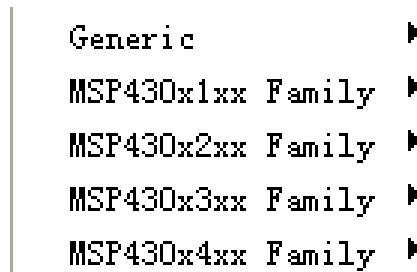
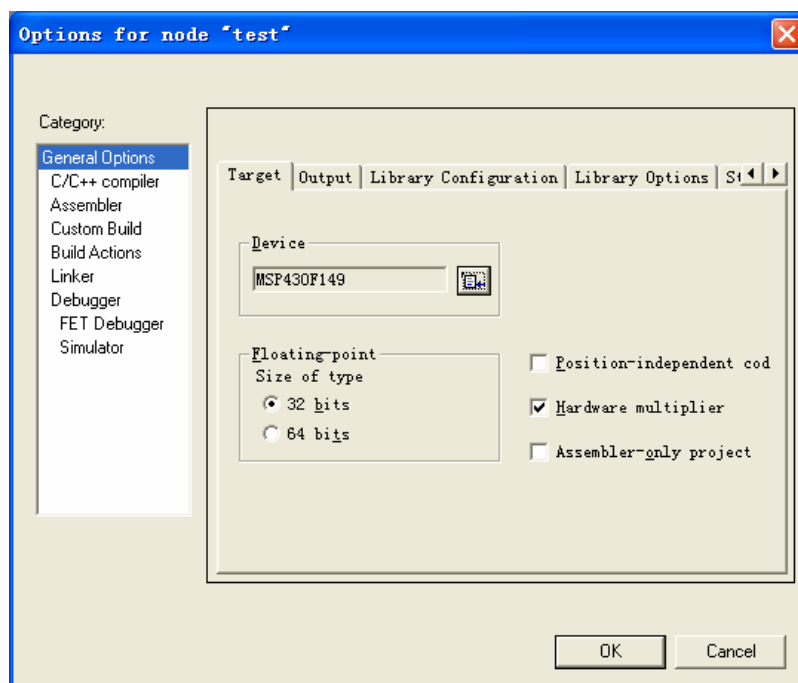

图 2.7
图 2.8
9、单击 Device 下方文本框右侧的  图标按钮，看以看到图 2.7 所示的画面，当用户将鼠标移动到不同的行时，此行后面的黑色三角箭头会自动展开显示这个系列中所有的 msp430 单片机型号，用户可以通过单击具体的型号选择您要使用的单片机。使用我们的开发板时请选择 msp430f149，此时可以看到如图 2.8 所示的画面。